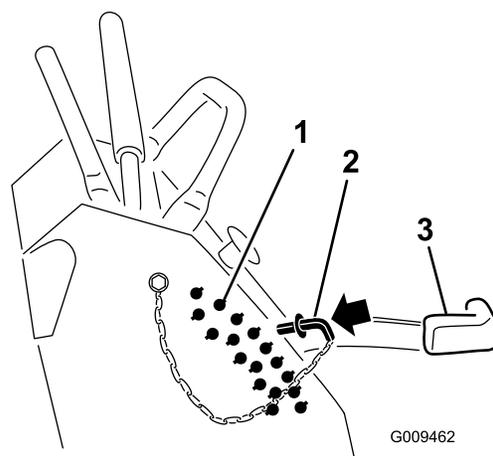

Bild 27
2. Wählen Sie ein Loch in der Schnitthöhenhalterung, das der gewünschten Schnitthöhe entspricht, und stecken Sie den Lastösenbolzen wieder ein (Bild 27).
3. Senken Sie den Schnitthöhenhebel auf den Stift ab (Bild 27).